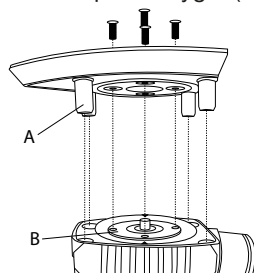

Bild 1
- Montera den slipplatta som du ska använda. Försäkra dig om att fästplattan B riktas efter slipplattan. De gängade hålen på fästplattan B måste riktas efter motsvarande hål på slipplattan. Plaststiften A **15** (endast slipplatta **7** och **9**) ska passa till hålen på verktyget (se bild 1).